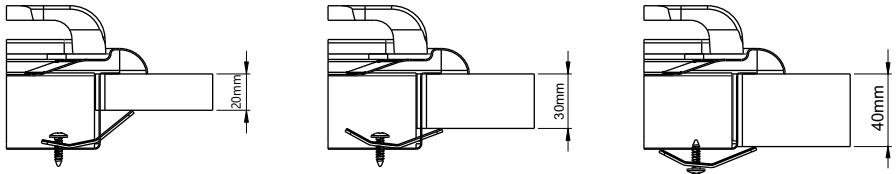

Fig. 4 - Colocación correcta de las grampas de acuerdo al espesor de la mesada
- ✗ Colocar las 4 bridas en la caja soporte quemadores con sus respectivos tornillos de acuerdo al detalle (Fig. 4).